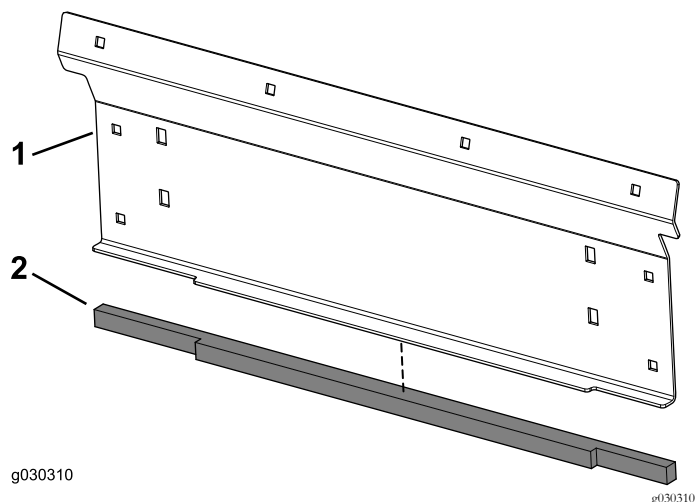

図 12
7. 下側バックプレートに、後シールを貼り付ける 図 12。